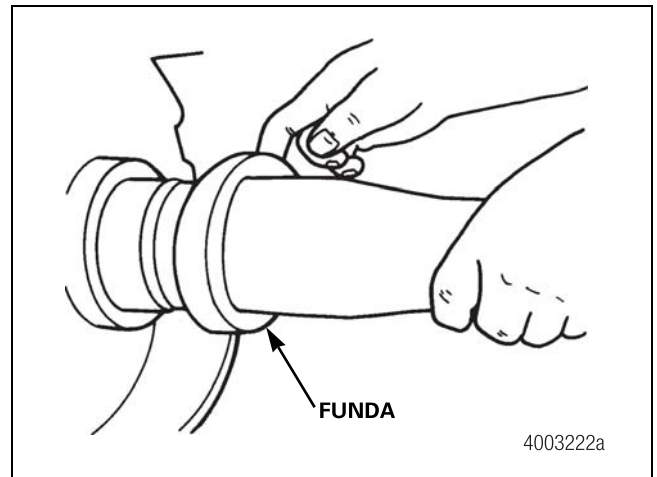
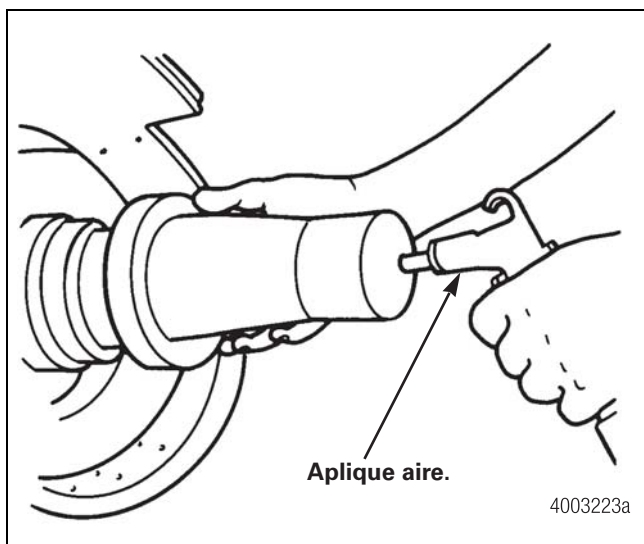

Figura 6.30
Figura 6.31
1. Para retirar la funda, tire de la misma y rompa el vacío de la funda, ya sea desviándolo ligeramente en el collar del sello de aceite, Figura 6.30, o bien, aplicando aire seco limpio en la hendidura del extremo de la funda. Figura 6.31.